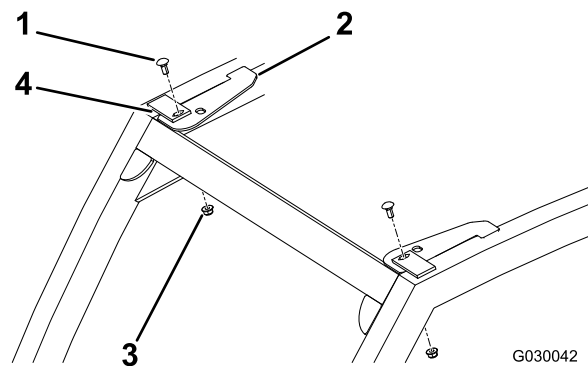

Figura 3
1. Coloque o suporte frontal como se mostra na Figura 3.
2. Prenda o suporte com um parafuso de carroçaria e uma porca flangeada (Figura 3).